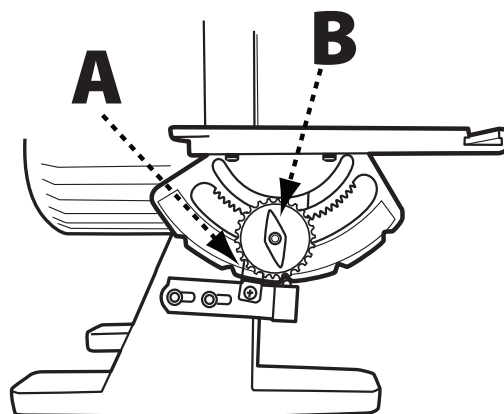

FIGURE 13
- En vous aidant de la Figure 13, assurez-vous que l'indicateur d'inclinaison de la table (A) est positionné sur 0°.
- Relâchez le papillon de serrage de la table (B).